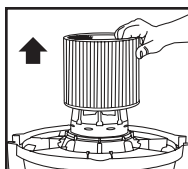

FIGURA 9
15. Deslice el filtro de cartucho para sacarlo del alojamiento de la tapa. **FIGURA 9.**